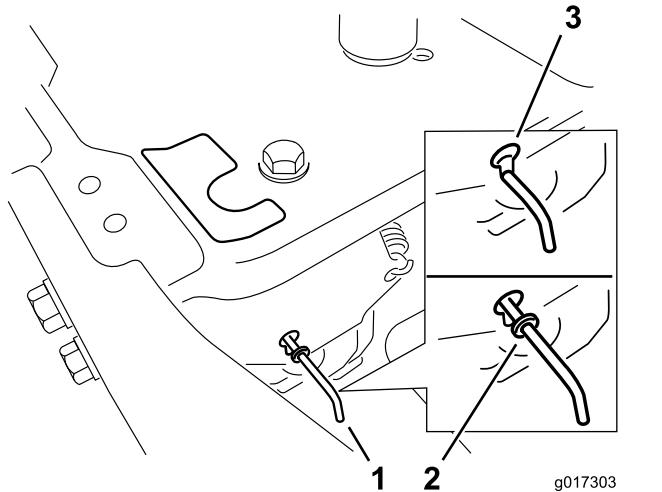

Bild 33
- Schieben Sie die Bypasshebel nach vorne durch das Schlüsselloch und nach unten, um sie zu arretieren (Bild 33).
Schieben Sie die Bypasshebel nach hinten durch das Schlüsselloch und nach unten, um sie zu arretieren, wie in Bild 33 dargestellt.